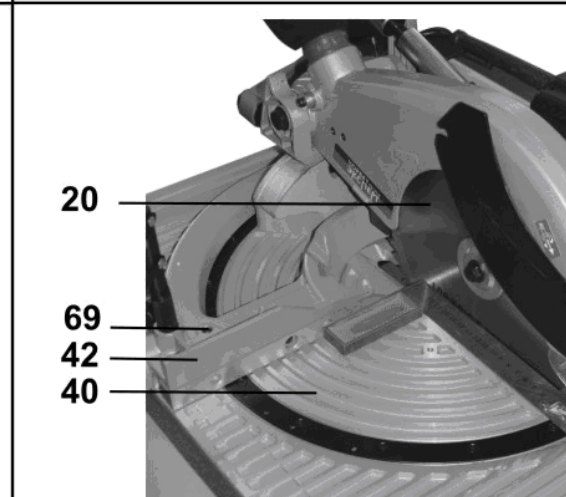

Рис.12
Поворачивая рабочий стол 40, вы услышите щелчки, соответствующие определенному фиксированному положению (углу поворота) рабочего стола 40 (Рис. 2в), например 0° ; 15° ; $22,5^\circ$; 30° ; 45° . Любой угол поворота рабочего стола 40 (Рис. 2в) необходимо фиксировать винтом 54 (Рис. 2г). Плавность поворота рабочего стола 40 регулируется винтом 69 (Рис. 12).
Зафиксируйте нижнее положение стопором 39 (Рис. 2в). Убедитесь в том, что рабочий стол 40 (Рис. 12) находится в положении "0°" (см.п. 12.6.).
Поместите угольник (не комплектуется) между фронтальным упором 42 и пильным диском 20 (Рис.12). Если перпендикулярности между упором 42 и пильным диском 20 (Рис. 12) нет, то:
- медленно качая ручку 44 (Рис. 2в), отрегулируйте положение пильного диска 20 так, чтобы между пильным диском 20 и фронтальным упором 42 был прямой угол (Рис. 12);
Максимально возможное опускание пильного диска 20 к рабочему столу 40 (Рис. 12) ограничивается упором 38 и винтом с контргайкой 70 (Рис. 14).
Чтобы ограничить опускание пильного диска 20 к рабочему столу 40 (Рис. 12), переведите упор 38 в нижнее положение, как показано на рисунке 14. Уровень максимального опускания пильного диска 20 (Рис. 12) ограничивается выступающей частью винта 70 (Рис. 14). Ослабьте контргайку, и вращением винта 70 (Рис. 14) отрегулируйте уровень максимального опускания пильного диска 20 (Рис. 12), затем затяните контргайку винта 70 (Рис. 14).